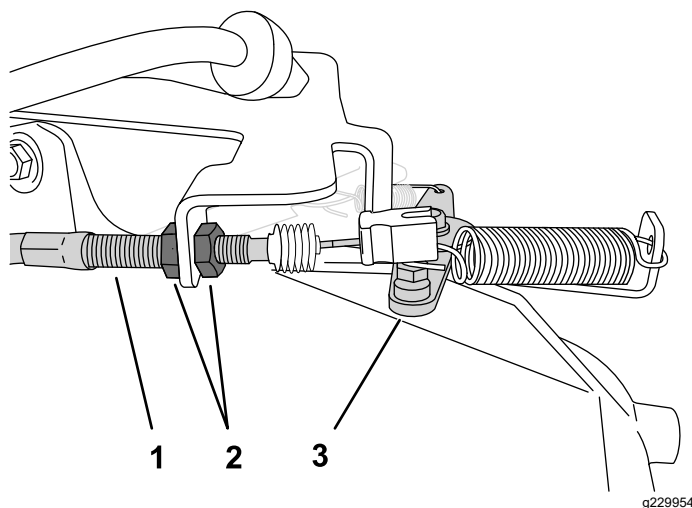

Bild 44
2. Lösen Sie die vordere Klemmmutter am Bowdenzuggehäuse und ziehen Sie die hintere Klemmmutter an, um die Leerlaufdrehzahl zu erhöhen (Bild 44).